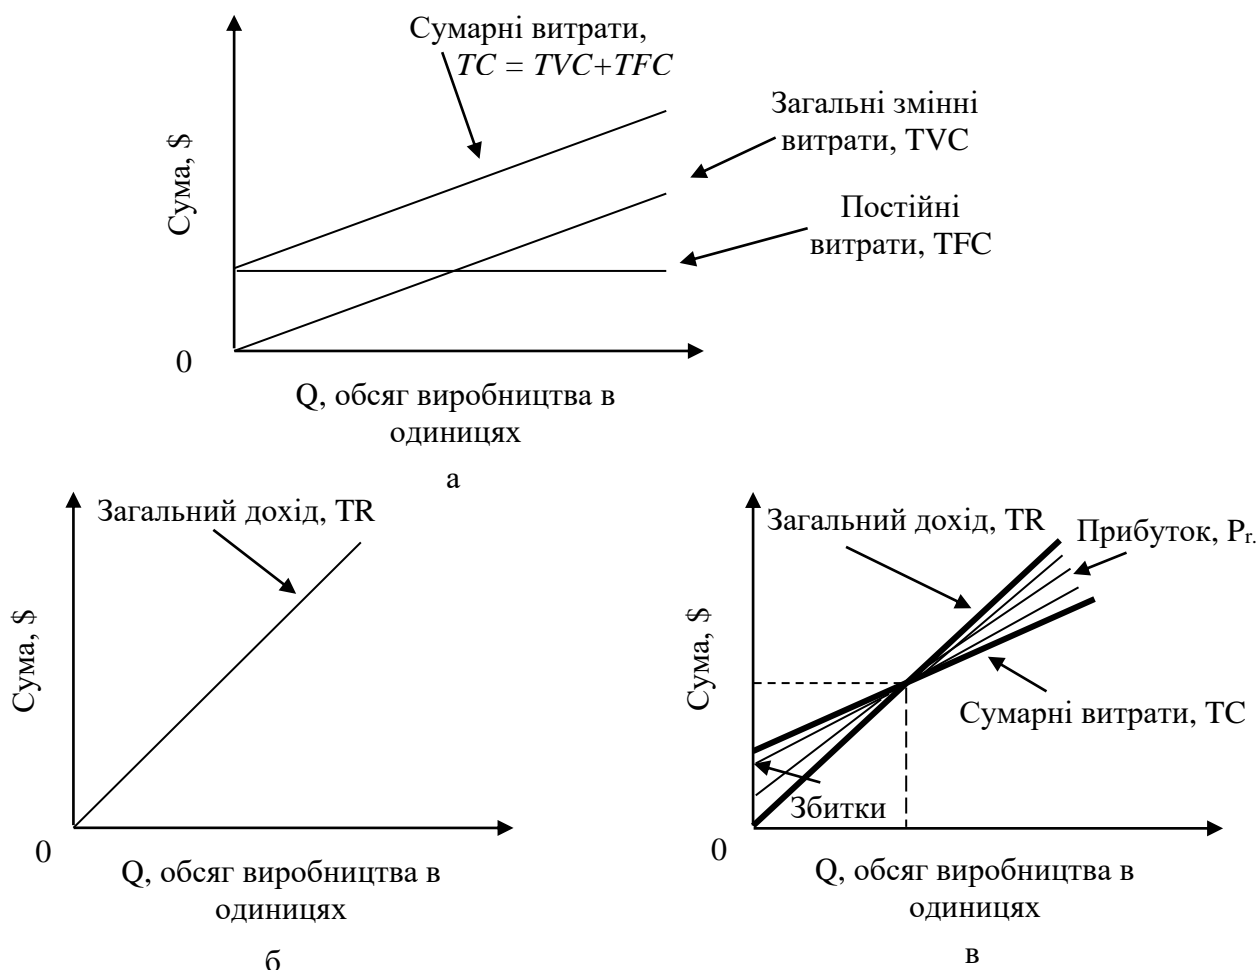

Рис. 1. Співвідношення витрат і обсягів виробництва
На *рис. 1.а.* показано взаємозв'язок між обсягом виробництва (Q) і постійними витратами (TFC), загальними змінними витратами (TVC) і сумарними витратами (TC) – постійні плюс змінні.
На *рис. 1.б.* показано, що загальний дохід (TR) знаходиться в лінійному співвідношенні з обсягом виробництва (Q).
На *рис. 1.в.* показано співвідношення між прибутком P_{r.} (різниця між загальним доходом (TR) і загальними витратами (TC) (сума постійних і змінних)) і обсягом виробництва (Q).